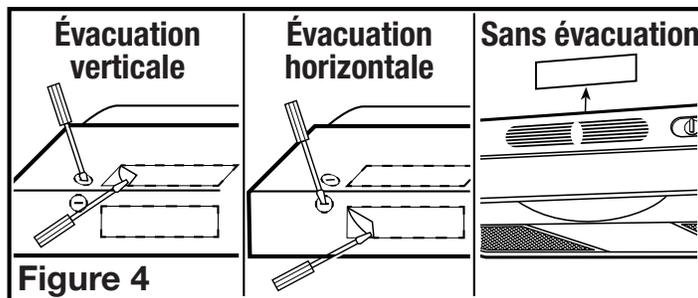

Figure 4
- Évacuation horizontale ou verticale** - Retirez la pièce rectangulaire défonçable. Pour ce faire, insérez un tournevis dans le pourtour et brisez les attaches qui le retiennent. Enlevez ensuite la pièce avec des pinces (**Figure 4**).
- Sans évacuation** - Soulevez et retirez le panneau de l'évent situé derrière la grille, exposant ainsi l'entrée d'air frontale. N'utilisez pas de tournevis ni tout autre objet qui pourrait égratigner la hotte (**Figure 4**).
- Déterminez où le service électrique entrera dans la hotte et enlevez l'entrée défonçable électrique appropriée en insérant un tournevis dans la fente et le remuant dans les deux sens jusqu'à ce que l'entrée se détache (**Figure 4**).
**REMARQUE : INSTALLATION SANS ÉVACUATION SEULEMENT,** Si ce n'est déjà fait, retirez le panneau de l'évent situé derrière la grille (Figure 4).